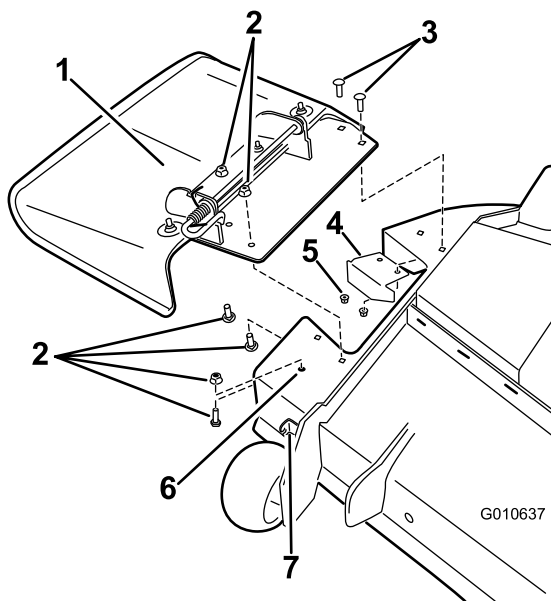

Figure 5
1. Enlevez les fixations qui retiennent le déflecteur et le déflecteur d'ouverture existant sur le plateau de coupe (Figure 5). Mettez les fixations de côté.